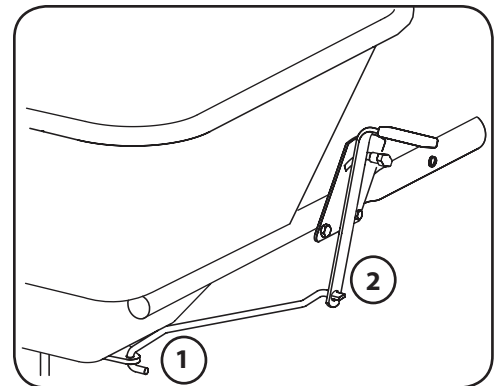

Figura 1-10
10. Inserte la varilla de control (lado del gancho) en la placa limitadora (preinstalada debajo de la tolva) de arriba hacia abajo. Vea 1 en la Figura 1-10.
11. Inserte el lado aplanado (ángulo de 90°) de la varilla de control en la manija de control. Consulte la Figura 1-10.